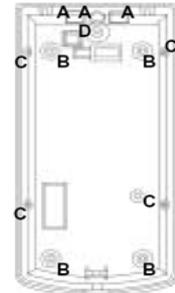

Рис. 4
2. Выломайте требуемые отверстия в задней крышке в соответствии с выбранным вариантом установки детектора (см. рисунок 4).